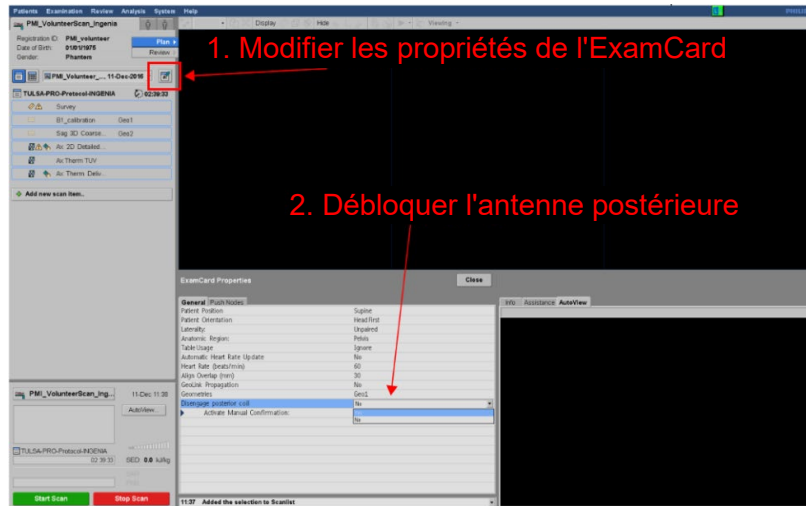

Figure 41 : Réglage « Débloquer antenne postérieure » défini sur « Oui »
- Avant d'insérer le patient dans le tunnel, vérifier que l'antenne postérieure est débloquée dans l'ExamCard active. Il est essentiel de ne **PAS** utiliser l'antenne postérieure. Pour débloquer l'antenne postérieure, modifier les propriétés de l'ExamCard, et changer le réglage « Disengage posterior coil » (Débloquer antenne postérieure) de Non à Oui (Figure 41).